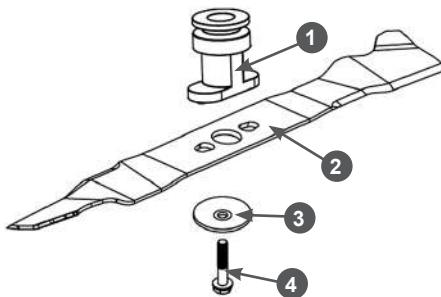

Рис. 24 Установка ножа
3. С помощью соответствующего инструмента открутите болт 4 крепления ножа, снимите шайбу 3 и нож 2 (Рис. 24).
- Зафиксируйте нож от проворачивания и надёжно затяните болт 4 крепления ножа (Рис. 24).